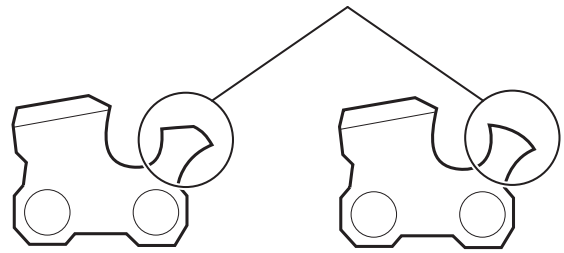

Fig. 43
- Après avoir abaissé la jauge de profondeur, utilisez la lime plate pour restaurer la forme arrondie originale à la jauge de profondeur (Fig. 43). Prenez soin de ne pas endommager les bords tranchants ou les maillons à proximité.